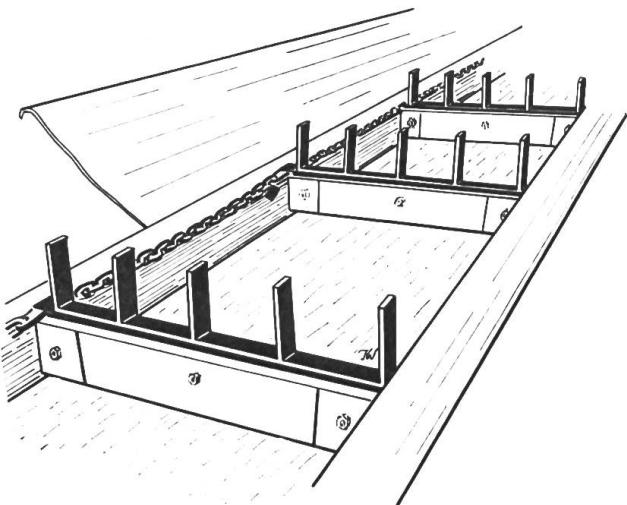
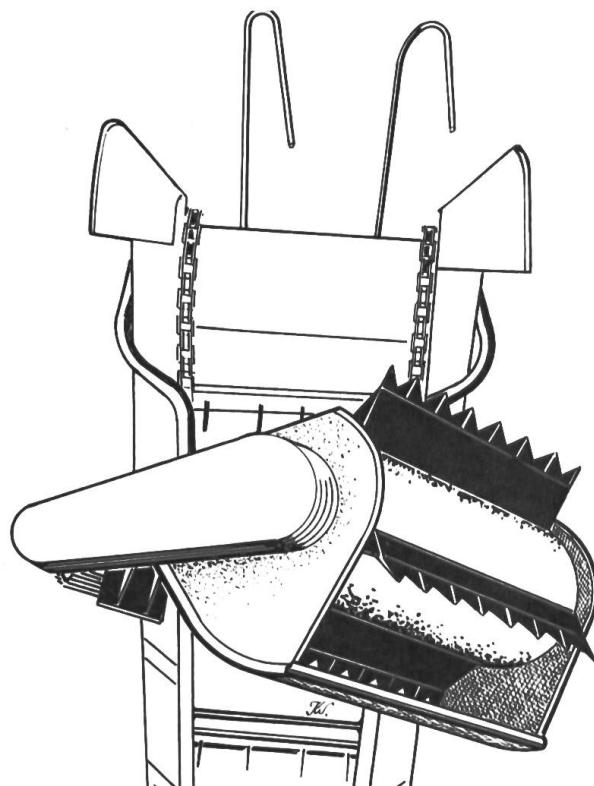

Fig. 1:
Fig. 9:
**Elevateurs à chaînes** (fig. 1). Cette exécution se prête particulièrement bien au transport des fourrages, fussent-ils longs ou courts, en vrac ou pressés. L'angle maximum de montée ne devrait pas dépasser 50°. Pour un angle supérieur, le fourrage retombe malgré les barres de retenue (Fig. 9). Par contre, la manutention de pommes de terre de consommation en vrac et de produits ensachés ne pourra pas s'effectuer dans de bonnes conditions, des dégâts risquant fort de se produire par frottement sur le fond fixe et les côtés.
sant pour les fourrages en vrac est sans doute le tambour répartiteur (fig. 9) qui, actionné par un moteur accouplé de 4 ch, projette le fourrage sur le tas à une distance maximum de 6 mètres. Toutefois, avec du fourrage sec, le résultat n'est pas encore comparable à celui que l'on obtient avec une bouche bien placée de souffleur engrangeur. Avec du fourrage préfané, par contre, les paquets sont mieux défaits, ce qui facilite le séchage, le tas étant plus homogène.